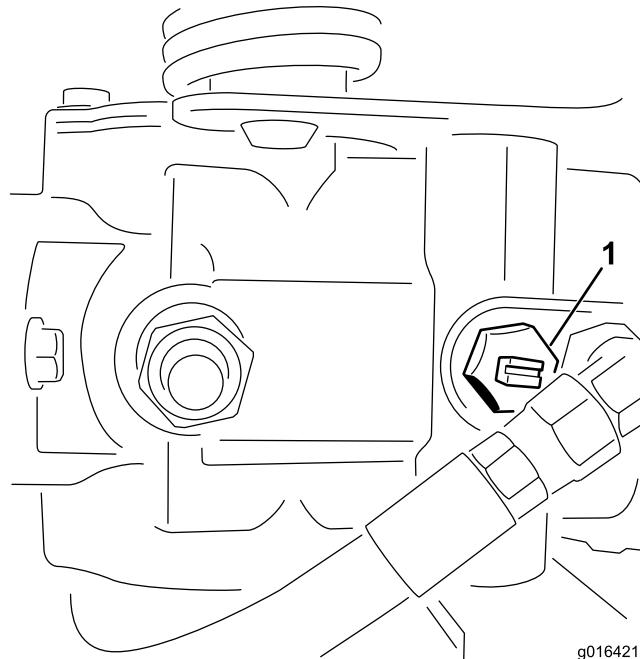

Bild 33
- Ermitteln Sie das Sicherheitsventil an der Pumpe und drehen Sie es, sodass der Schlitz vertikal ist (Bild 33).
- Schließen Sie vor dem Starten des Motors das Sicherheitsventil. Drehen Sie den Schlitz des Ventils in die horizontale Stellung (Bild 33).